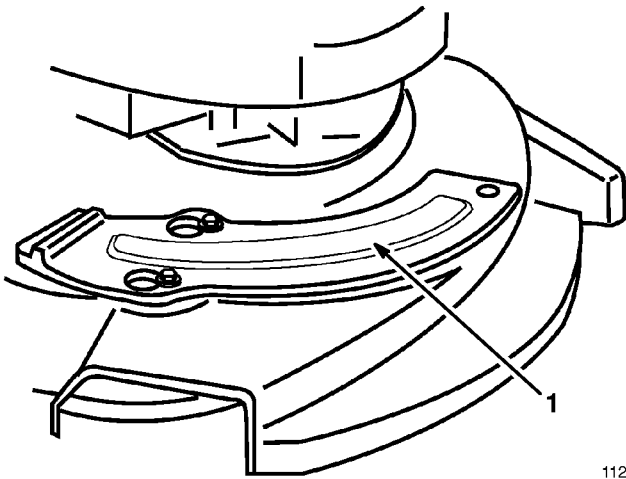

Figure 45
2. Insérer la plaque de paillage dans l'ouverture du carter (Fig. 45).